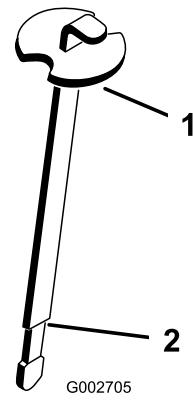

Рисунок 9
**Примечание:** Уровень жидкости должен достигать метки (суженой области) на щупе (Рисунок 9).